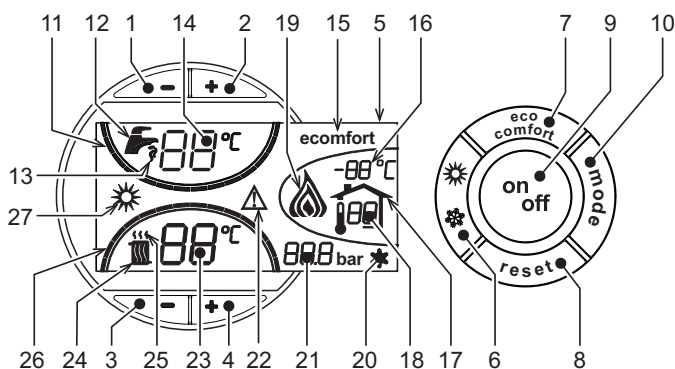
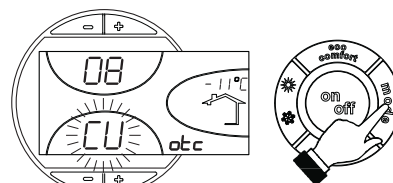
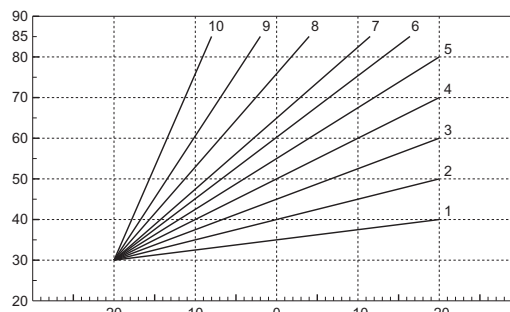

fig. 1 - Panel de control
fig. 11 - Curva de compensación
fig. 13 - Curvas de compensación
La demanda de calefacción (generada por el termostato de ambiente o el reloj programador a distancia) se indica mediante el parpadeo del símbolo de aire caliente arriba del símbolo del radiador (24 y 25 - fig. 1).
Las marcas de graduación de la calefacción (26 - fig. 1) se encienden en secuencia a medida que la temperatura de calefacción va alcanzando el valor programado.
La demanda de agua caliente sanitaria (generada por la apertura de un grifo correspondiente) se indica con el parpadeo del símbolo del agua caliente debajo del símbolo del grifo (12 y 13 - fig. 1). Comprobar que se encuentre activada la función Comfort (15 - fig. 1)
Las muescas de graduación del agua sanitaria (11 - fig. 1), se encienden en secuencia a medida que la temperatura del sensor sanitario va alcanzando el valor programado.
Cuando el acumulador está activado (opción predeterminada), en el display aparece el símbolo de CONFORT (15 - fig. 1); si está desactivado, se visualiza el símbolo ECO (15 - fig. 1).
Para desactivar el calentador y establecer el modo ECO, pulsar la tecla eco/comfort (7 - fig. 1). Para volver al modo CONFORT, pulsar nuevamente la tecla eco/comfort (7 - fig. 1).
Pulsar la tecla **on/off** (9 - fig. 1) 1 segundo.
Para volver a activar la caldera, pulsar nuevamente la tecla **on/off** (9 - fig. 1) 1 segundo.
- Pulsar ON/OFF (9 - fig. 1).
Pulsar la tecla **verano/invierno** (6 - fig. 1) 1 segundo.
En la pantalla se visualiza el símbolo Verano (27 - fig. 1): la caldera sólo suministra agua sanitaria. El sistema antihielo permanece operativo.
Para desactivar la modalidad Verano, pulsar nuevamente la tecla **verano/invierno** (6 - fig. 1) 1 segundo.
Mediante las **teclas** (3 y 4 - fig. 1) se puede regular la temperatura de la calefacción desde un mínimo de 30 °C hasta un máximo de 80 °C.
Mediante las **teclas** (1 y 2 - fig. 1) se puede regular la temperatura del agua sanitaria desde un mínimo de 10 °C hasta un máximo de 65 °C.
Si está instalada la sonda externa (opcional), en la pantalla del panel de mandos (5 - fig. 1) aparece la temperatura instantánea medida por dicha sonda. El sistema de regulación de la caldera funciona con "Temperatura adaptable". En esta modalidad, la temperatura del circuito de calefacción se regula en función de las condiciones climáticas exteriores, con el fin de garantizar mayor confort y ahorro de energía durante todo el año. En particular, cuando aumenta la temperatura exterior disminuye la temperatura de ida a la calefacción, de acuerdo con una curva de compensación determinada.
Durante el funcionamiento con temperatura adaptable, la temperatura programada mediante las teclas de calefacción (3 y 4 - fig. 1) pasa a ser la temperatura máxima de ida a la instalación. Se aconseja definir el valor máximo para que la instalación pueda regular la temperatura en todo el campo útil de funcionamiento.
Si se pulsa una vez la tecla **mode** (10 - fig. 1), se visualiza la curva actual de compensación (fig. 11), que se puede modificar con las **teclas del agua sanitaria** (1 y 2 - fig. 1). Seleccionar la curva deseada entre 1 y 10 según la característica (fig. 13).